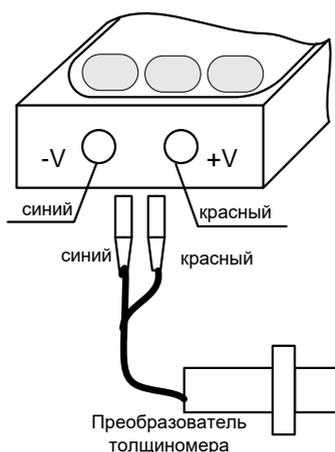

Рис. 16
14.2.2. Подключить преобразователь толщиномера к электронному блоку (рис. 16)